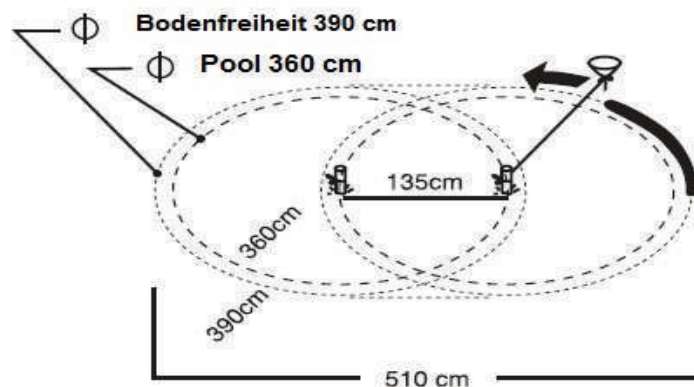

Abbildung 3
3. Geben Sie Mehl, Kreidestaub oder Kalk in den Trichter und zeichnen Sie einen Kreis um den Stab. Wenn der kleinste Durchmesser 360 cm ist, sollten die zwei Kreise einen Durchmesser von 390 cm haben. (Siehe Abbildung 3).